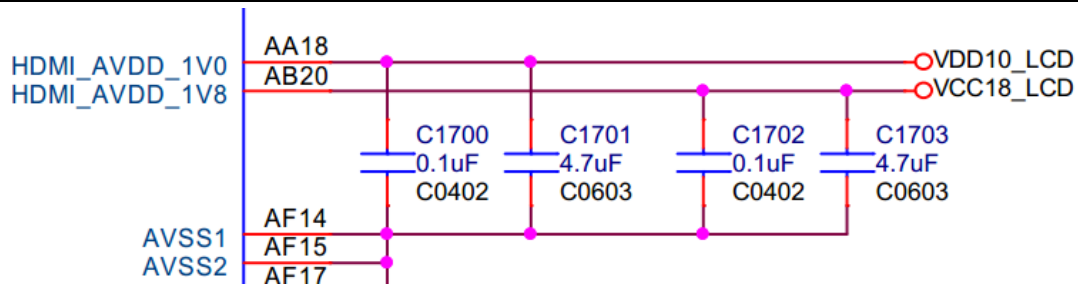

图14-9
- 如图14-9，HDMI的模拟电源去耦电容请靠近芯片引脚放置;